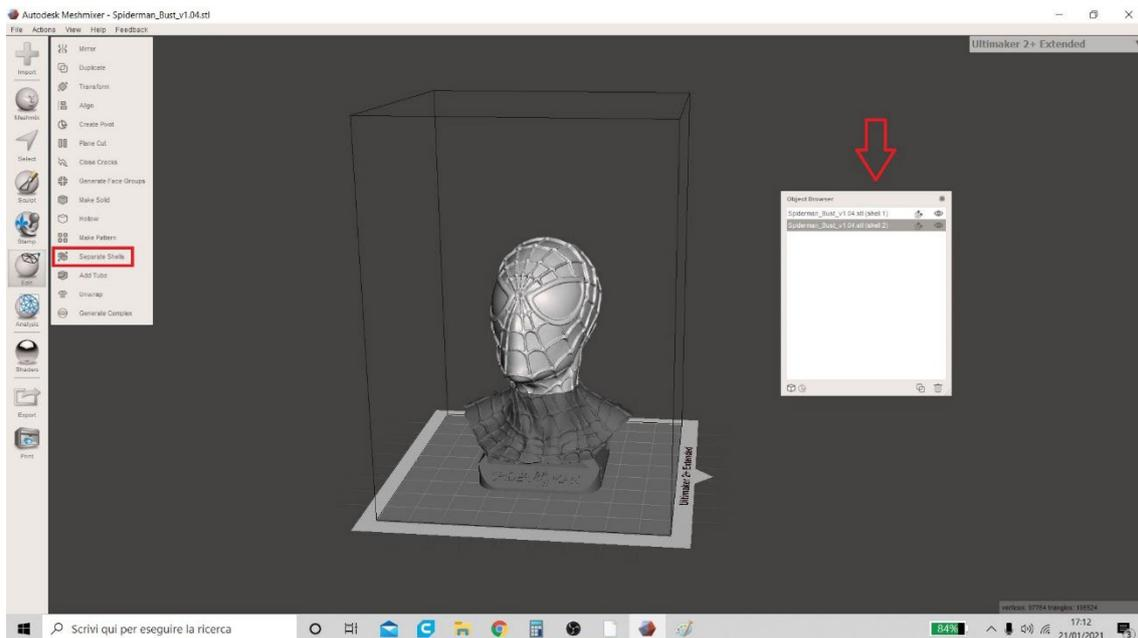

Figura 5 Meshmixer
5. Dopo questa operazione, l'utente deve tornare al menu "Modifica" e fare clic sulla funzione "Shell separate". Questa funzione farà apparire una tabella che indica le due parti che sono state create con il taglio (indicate con il nome originale del modello di partenza seguito dalla dicitura rispettivamente di "shell1" e "shell2") come indicato nella Figura 5 Meshmixer.